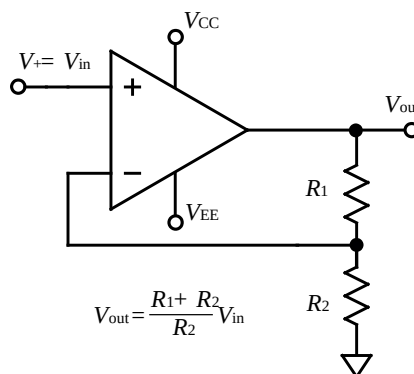

Figura 2: Amplificador no inversor
Amplificador no inversor: usar las reglas del Op Amp ideal para obtener que en el circuito de la figura 2, $V_{out} = V_{in}(1 + R_1/R_2)$:
Armar sobre el *protoboard* un amplificador no inversor como el de la figura 2, de ganancia aproximadamente 10 (elegir las resistencias adecuadas, con tolerancias del 5%*). Usar un opamp de la serie TL08XX o un LM741. Alimentar al amplificador con voltajes V_{CC} y V_{EE} . Inicialmente estudiar el comportamiento del circuito usando un voltaje constante (DC), y determinar así su ganancia de baja frecuencia. Posteriormente usar el generador de funciones para medir la ganancia comparando los valores de pico de las señales de entrada y salida. Ver qué ocurre con la salida si se aumenta la amplitud de la señal de entrada.